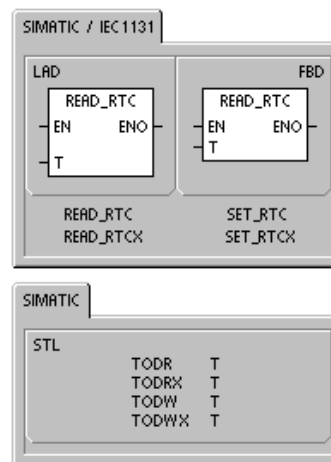

Figure 6-4 Format de la mémoire tampon de datation de 8 octets (T)
Vous devez coder toutes les valeurs de date et d'heure en format décimal codé binaire (par exemple, 16#97 pour l'année 1997). La figure 6-4 montre le format de la mémoire tampon de datation (T) de 8 octets.